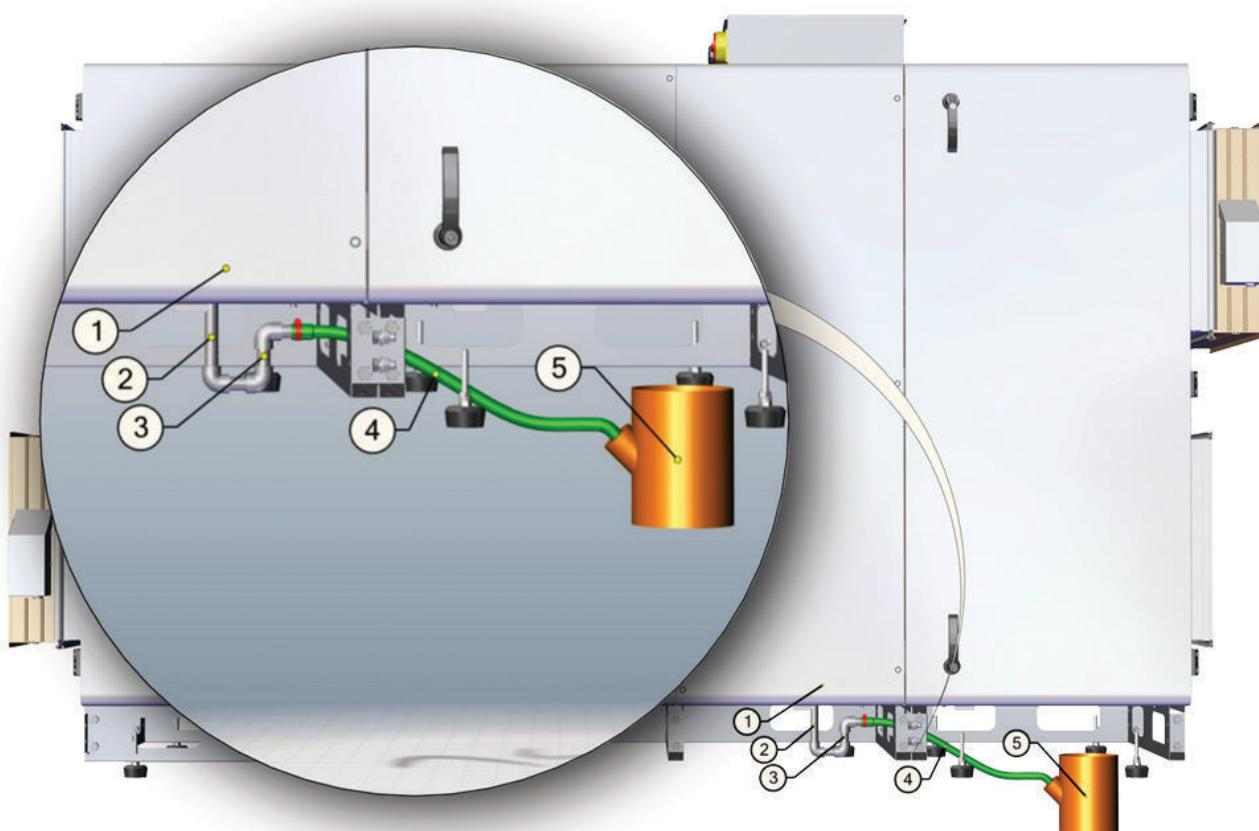

Рис. 9.1. Отвод конденсата от вентустановки.
После монтажа дренажной системы проверьте ее работу, залив в поддон отвода конденсата 0,5 литра воды (сифон (3) должен быть постоянно заполнен водой). Если вода не вытекает из поддона, устраните данную неисправность. Система отвода конденсата должна эксплуатироваться в помещениях с температурой воздуха выше 0 °C, в противном случае необходимо покрыть тепловой изоляцией всю систему отвода конденсата от вентустановки до канализационной трубы и проложить наэревательный элемент (в виде кабеля) под изоляцией. Схема отвода конденсата от вентустановки показана на Рис. 9.1.